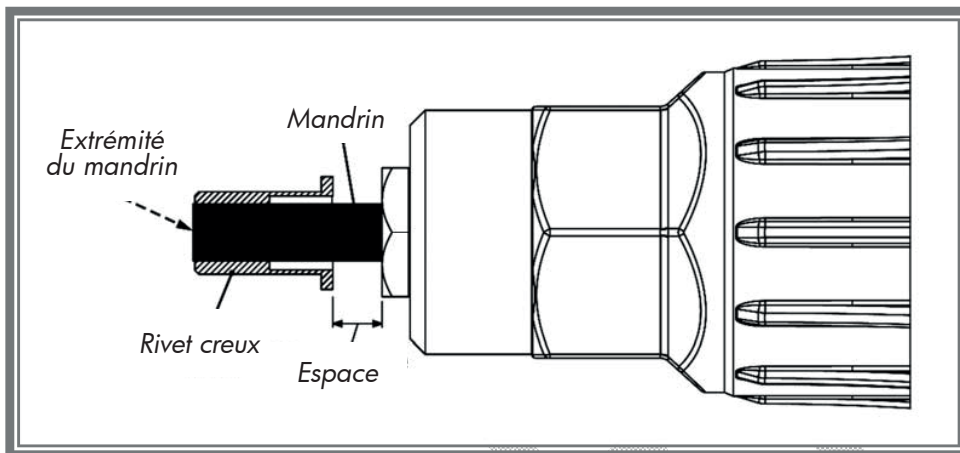

Figure 8
7. Relâchez la gâchette de la perceuse quand la pointe du rivet atteint l'extrémité du mandrin (figure 8).
**REMARQUE** : Si vous n'utilisez pas le mandrin fourni ou la longueur de mandrin recommandée, ou si le rivet creux est plus court ou plus long qu'un rivet creux ordinaire, laissez un espace de 4 à 8 mm entre l'extrémité du rivet et l'enclume (figure 8), pour permettre au mécanisme d'entraînement de s'engager suffisamment avant de comprimer le rivet creux. Si vous ne laissez pas un espace suffisant, cela peut provoquer un dysfonctionnement prématuré du mécanisme d'entraînement.